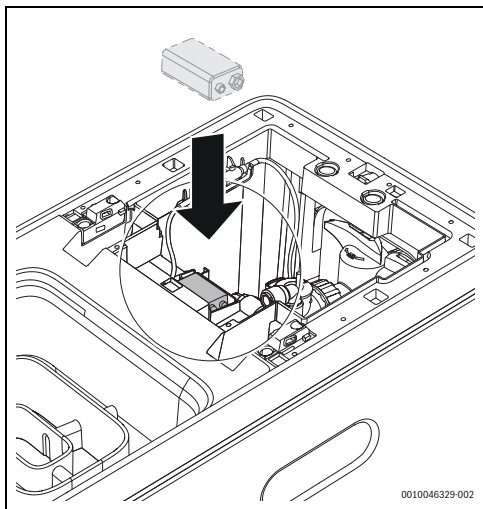

Fig. 8 Connexion de la pile
2. Ouvrir le couvercle supérieur et brancher la pile 6LR61 de 9V à la vanne (→ Fig. 8).